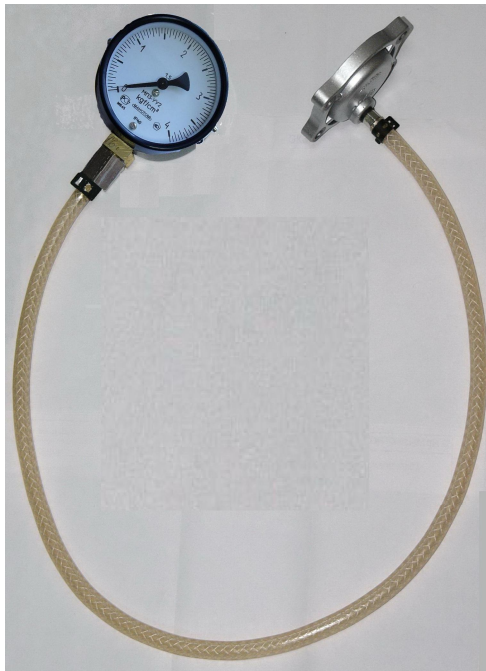
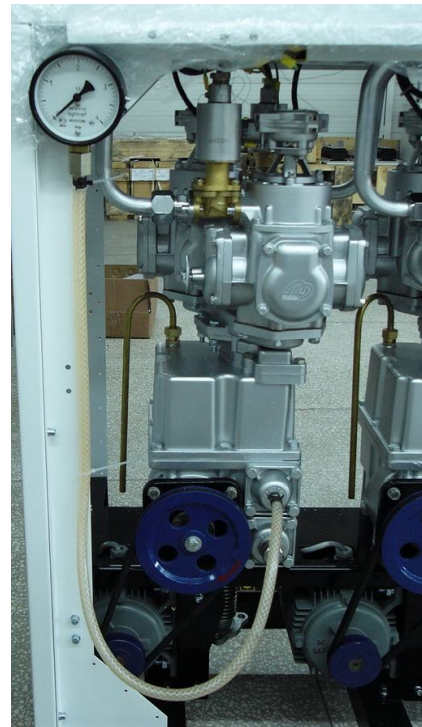

Рис. 1
Рис. 2
1. Сервисный комплект для измерения давления (см. Рис.1). Подсоединить манометр со штуцером гибким шлангом к переходнику крышки НМ50А-26 (см. Рис. 2), предварительно заполнив шланг топливом.